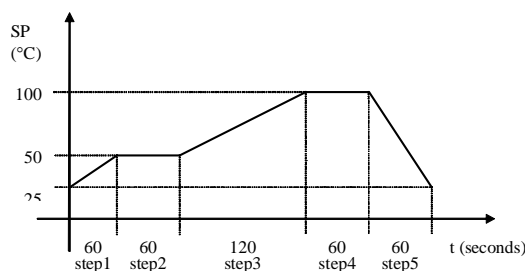

Fig.1 –Curva de Setpoint
2) Os dois arranjos definem o valor de Setpoint (eixo y) em função do tempo (eixo t). Entre dois pontos dados, o Setpoint é calculado por interpolação. Como cada segmento é definido por [START\_VAL]i, [DURATION]i e [START\_VAL]i+1, um modelo com “n” segmentos necessitará **n+1** valores iniciais e **n** tempos de duração. Como exemplo, os dois arranjos definem a curva mostrada na Fig. 1: